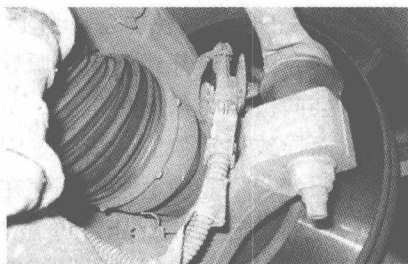

图 1-4 右前轮轮速传感器
(5) 首先断开右前轮轮速传感器的线束插头, 检查 A、B 对应的针脚有无进水、锈蚀及虚接现象。进一步检查右前轮轮速传感器 (图 1-4) 发现, 该轮速传感器是集成在凸缘上的, 无法查看传感器的靶轮或感应线圈是否存在故障, 只能使用新配件或测量传感器感应线圈的电阻值来确定传感器自身是否存在故障。于是用万用表测量了传感器的电阻, 测量结果为 1200Ω , 在正常值 $800 \sim 1600\Omega$ 的范围内; 用手转动车轮测量传感器两端的交流电压为 150mV , 由于转速较低, 这个数值也为正常值。通过上面两个步骤的检查, 可以证明轮速传感器本身不存在故障。